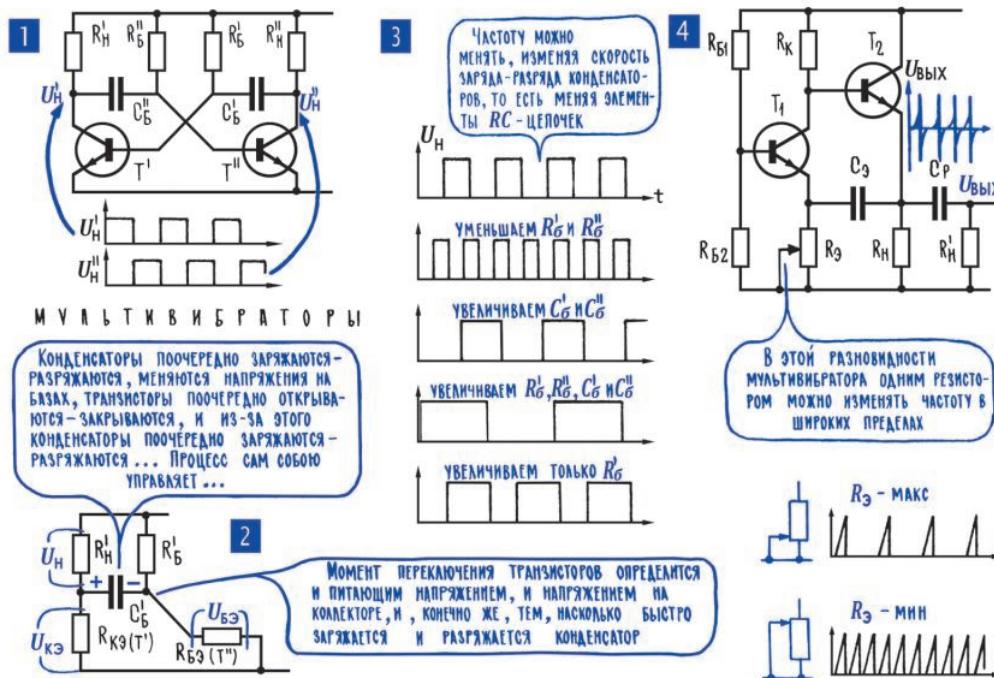

Рис. 11.4. Мультивибраторы
**12. В мультивибраторе два взаимосвязанных транзистора поочередно открывают друг друга, генерируют переменное напряжение прямоугольной формы.** Есть бесконтурные генераторы, работающие на совершенно ином принципе2. Это прежде всего мультивибратор (рис. 11.4), в котором работают два транзистора, причем каждый из них управляет работой другого – коллектор транзистора каждого транзистора через конденсатор связан с базой своего соседа.
В бурных событиях, которые происходят в мультивибраторе, немало действующих лиц (рис. 11.4; 2). Это напряжения на базах, которые в итоге определяют коллекторные токи, а значит, и напряжения на коллекторах. Это конденсаторы  $C_b$  и  $C_{b'}$ , от емкости которых зависит скорость их заряда и разряда, а значит, и время существования токов, которые влияют на режимы транзисторов. Это еще и резисторы  $R_b$  и  $R_{b'}$ , которые не только определяют режимы транзисторов своими обычными методами, но еще и участвуют в заряде и разряде конденсаторов и тоже влияют на скорость этих процессов (гл. 3; 15).
**13. На частоту колебаний в мультивибраторе влияют сопротивления и емкости всех его элементов.** Частота переменных напряжений на выходах мультивибратора зависит от емкости конденсаторов и сопротивления резисторов, которые входят в его схему, и еще от смещения на базах, которое приходится преодолевать, чтобы запирать транзисторы. Практически изменение любого элемента схемы приводит к изменению частоты (рис. 11.4; 3) – с увеличением емкости  $C_b'$  и  $C_{b''}$ , сопротивлений  $R_{n'}$ ,  $R_b'$  и  $R_{n''}$ ,  $R_b''$  процессы заряда и разряда конденсаторов, отпирания и запирания транзисторов идут медленнее, частота мультивибратора уменьшается3. Но, конечно же, существуют определенные ограничения на выбор элементов схемы, их нельзя менять как угодно, добиваясь нужной частоты. Так, например, чрезмерное уменьшение сопротивлений нагрузки  $R_n'$  и  $R_n''$  может настолько снизить усиление каскадов, что мультивибратор вообще перестанет работать. Срыв генерации может также произойти из-за чрезмерного уменьшения базовых резисторов  $R_b'$  и  $R_b''$ , «минус» на базе может оказаться таким большим, что разряжающийся конденсатор не сможет его скомпенсировать, не сможет запереть транзистор.
Подбором резисторов частоту мультивибратора удается менять в сравнительно небольших пределах, чтобы резко изменить частоту, приходится менять емкость конденсаторов. В частности, для получения очень низких частот в качестве  $C_b'$  и  $C_{b''}$  используют электролитические конденсаторы большой емкости4. На рис. 11.4; 4 показана одна из схем мультивибратора.
4 Устанавливаются положительным выводом в сторону коллектора для  $n-p-n$ -транзисторов (см. рис. 11.4; 2).
**Примечание редактора.** Классическая схема мультивибратора на транзисторах, показанная на рис. 11.4; 1, была весьма популярна в 1960-е годы из-за своей простоты и неприхотливости. Схема отлично работает с любыми маломощными транзисторами в широких пределах емкостей конденсаторов, причем длительности полупериодов здесь настраиваются совершенно независимо друг от друга. Главное условие стабильной работы – соотношение токов в базе и коллекторе не должно превышать справочного коэффициента усиления (что равносильно условию  $R_g/R_h < \beta$ ), наименьшая длительность каждого полупериода обуславливается частотными свойствами выбранных транзисторов ( $f_{rp}$ ), наибольшая – токами утечки базового перехода. Однако у этой схемы есть один принципиальный недостаток: на базах при каждом переключении происходит обратный выброс напряжения, по амплитуде равный напряжению питания, но имеющий противоположный знак (подробности см. в [1], раздел 6.2.3). Многие германиевые транзисторы, популярные в те годы, имели пробивное напряжение эмиттерного перехода  $U_{бэ,доп}$ , равное или сравнимое с максимальным значением коллекторного напряжения  $U_{из,доп}$  (хотя тоже далеко не все). Однако для подавляющего большинства кремниевых транзисторов  $U_{бэ,доп}$  равно 5 В, лишь для немногих типов повышаясь до 6 (например, старинный КТ315) или до 7 В (в основном для некоторых мощных транзисторов). Иными словами, для современных транзисторов схема по рис. 11.4; 1 применима лишь при напряжениях питания не более 5 В.